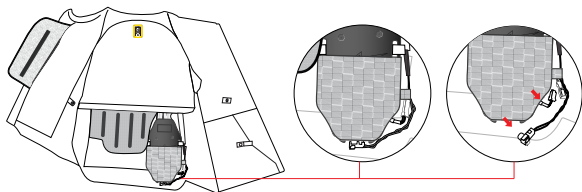

Figura 12
2. Acceda a la carcasa del inflador (4) y desconecte el conector de la batería (6) y el conector del inflador (5) (Figura 12).